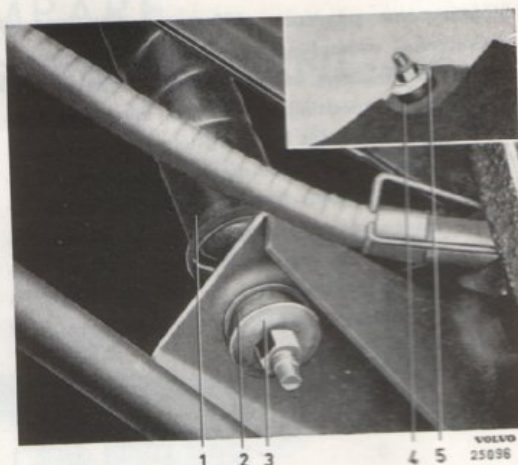
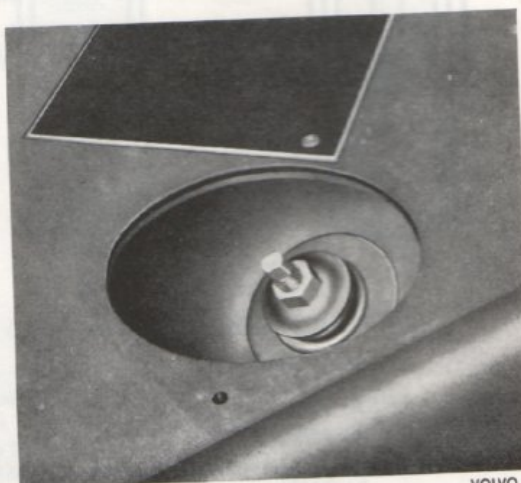

Bild 10. Infästning av bakre stötdämpare, 120.
Bild 11. Övre infästning av bakre stötdämpare, 1800.
1. Demontera övre fästmutter, bricka (5, bild 10) och gummibussning (4).
2. Demontera nedre fästmutter, brickor och gummibussning. Se 2 och 3 bild 10.
1. Demontera övre fästmutter, bricka och gummibussning för 120 från bagageutrymmet (bild 10) och för 1800 genom hålet (bild 11) i hattihyllan vid bakfönstret.
3. Montering sker i omvänd ordningsföljd. Se bild 10 och 11. För 120 och 1800 placeras brickan med det större hålet på innersidan av